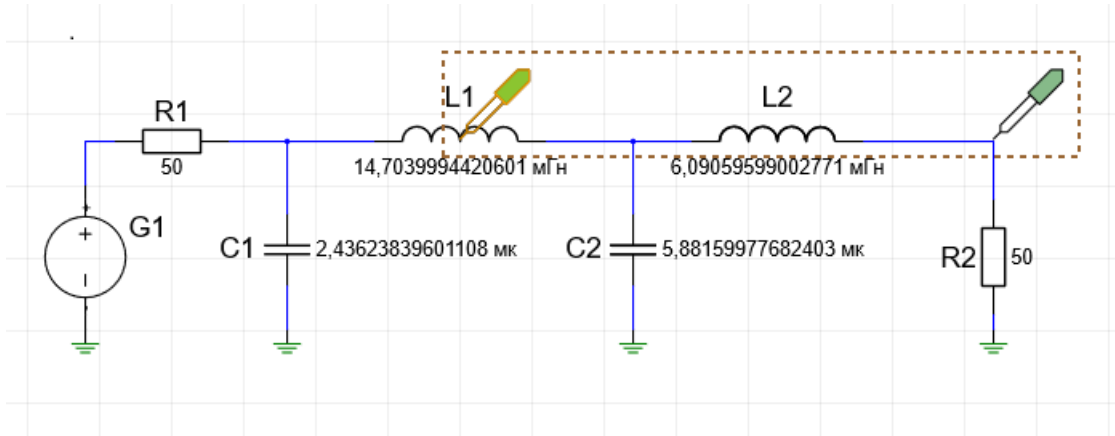

Рис. 156 Размещение щупов
1. Откройте схему и разместите два щупа: один - на индуктивность L1, второй - на цепь NET0002, см. Рис. 156: